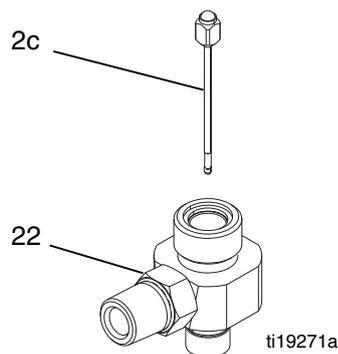

FIG. 12
2. Ingrassare leggermente l'estremità piccola dell'ago (2c), quindi guidarlo nell'estremità larga dell'involucro del fluido (22). Vedere la FIG. 12.